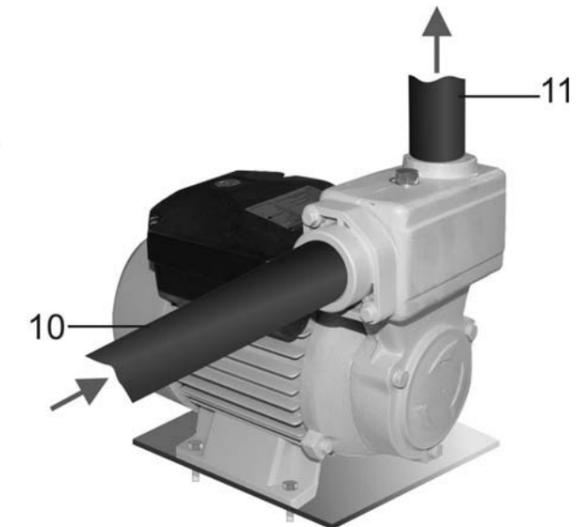

Рис.2
7. МОНТАЖ (Рис.2)
- Насос необходимо закрепить к полу или к другой ровной и устойчивой поверхности с помощью четырех болтовых соединений (не комплектуются), как показано на Рис.2.
- 8.1. Проверить, достаточен ли уровень воды в ёмкости или в колодце. Если есть вероятность опорожнения всасывающего трубопровода 10 (Рис.2), не оставляйте насос без надзора, чтобы насос не работал "на сухую".
- 8.5. Открыть запорную арматуру на подающем трубопроводе 11 (Рис.2), чтобы воздух мог выйти из него.
- 8.8. Проверить, поступает ли вода в подающем трубопроводе 11 (Рис.2).